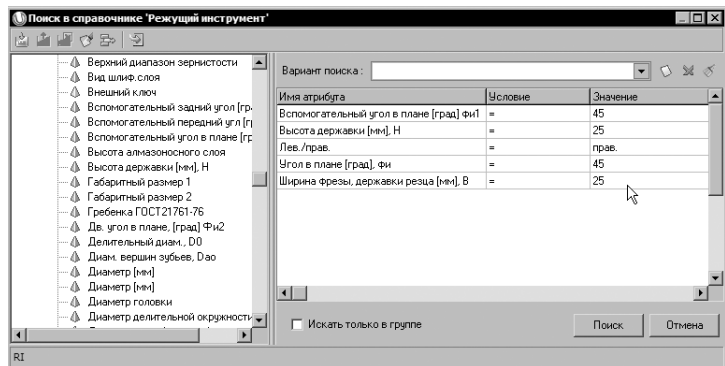

Рисунок 46
- 7) Аналогичным образом добавьте в список для поиска следующие критерии и их значения (рис. 46):